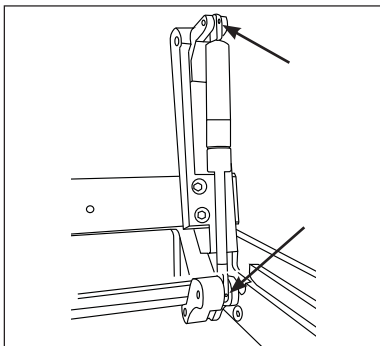

Fig.21
- Aflojar las tuercas del pistón que se deba sustituir (fig.21);
- Aflojar la tuerca del pistón (ejemplo en fig.21)